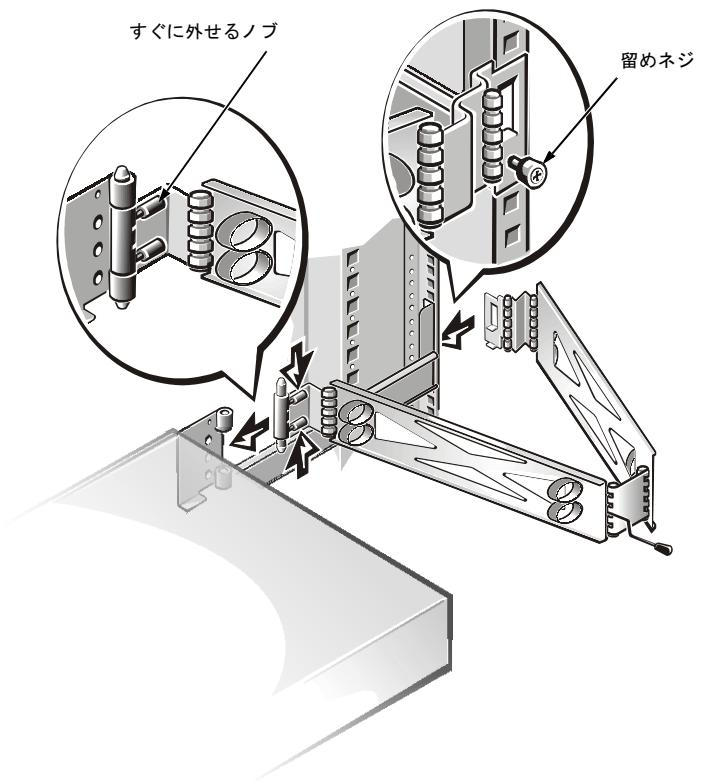

図 2-11 ケーブル処理アームの取り付け
- ラックキャビネットの背面を手前に向け、スライドアセンブリの後部にある長穴を探して、ケーブル処理アームの端（ブラケットと留めネジが付いている側）を右側の縦レールに固定します（図 2-11 参照）。
- ケーブル処理アームの固定されていない方の端にすぐに外せるノブを押し込みます。二つのヒンジハーフをシステムシャーシ背面のブラケットにアームを取り付けるように合わせます（図 2-11 参照）。